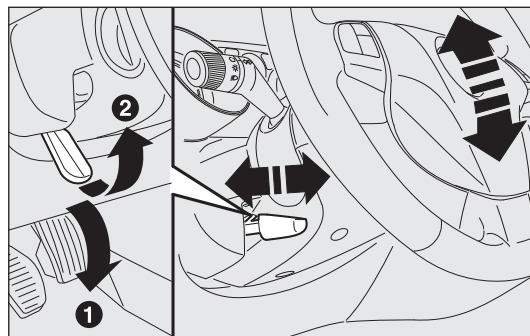

fig. 28
- ☐ desbloquee la palanca A-fig.28 empujándola hacia adelante (posición 1);